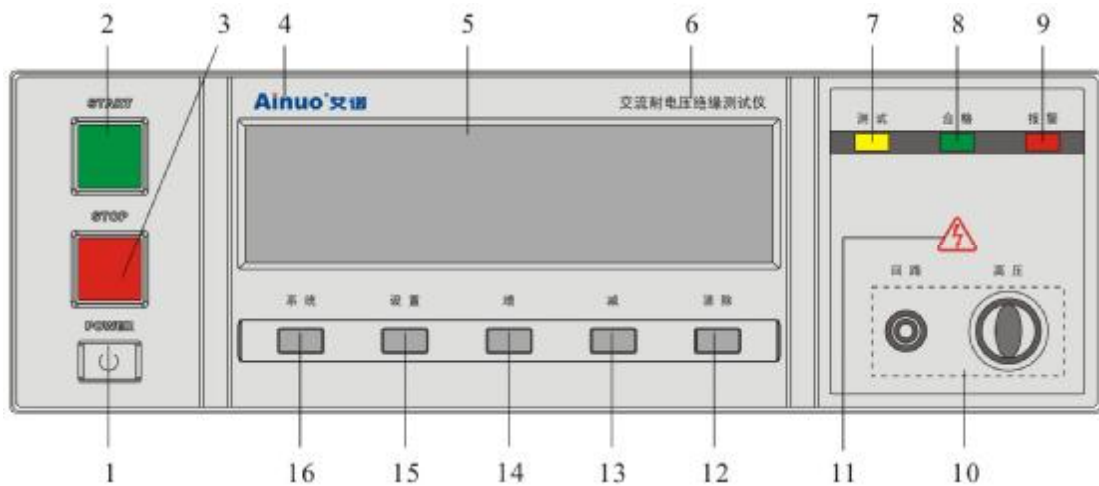

图 3.3.1 AN9632X 前面板示意图
AN9632X 系列测试仪前面板示意图，如图 3.3.1 所示。
6. AN9632X 系列交流耐电压绝缘测试仪名称，图 3.3.1 所示是 AN9632X 交流耐电压绝缘测试仪。